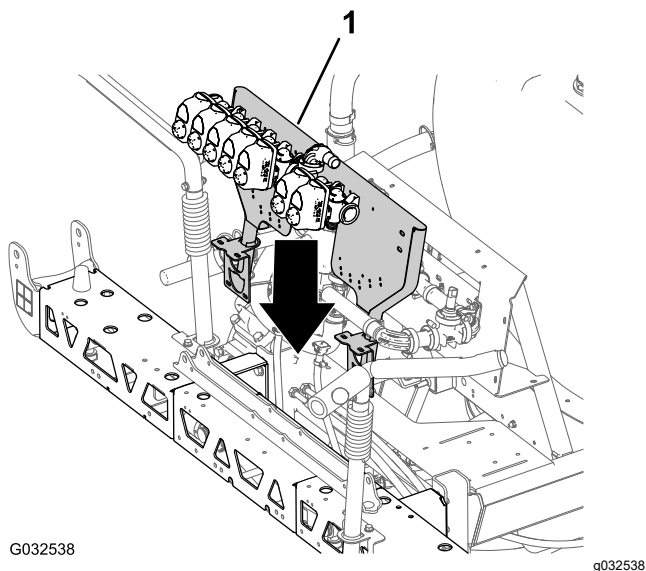

Рисунок 61
1. Используя подъемное оборудование с указанной грузоподъемностью, поднимите опору крепления клапанов и клапанную сборку опрыскивателя и поместите их над средней секцией стрелы (Рисунок 61).